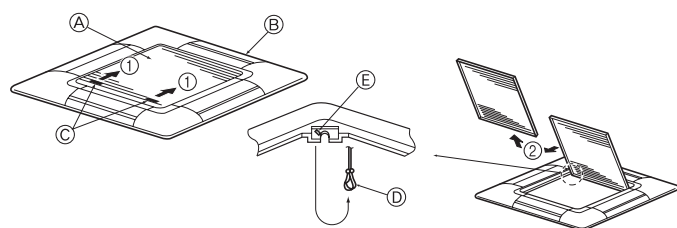
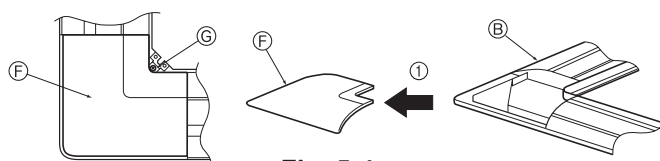

Fig. 5-3
Fig. 5-4
5.2.1. Удаление воздухозаборной решетки (Fig. 5-3)
- Сдвиньте рычаги в направлении, обозначенном стрелкой ①, чтобы открыть воздухозаборную решетку.
- Пока воздухозаборная решетка находится в "открытом" положении, удалите стержень воздухозаборной решетки с вентиляционной решетки в направлении стрелки ②.
5.2.2. Удаление угловой панели (Fig. 5-4)
- Удалите винт из угла угловой панели. Для удаления угловой панели сдвиньте угловую панель в направлении стрелки ①.